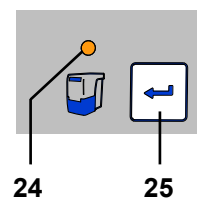

рис. 8
**В случае если контейнер для сбора пыли не был опорожнён, индикатор «Контейнер для сбора пыли» (24, рис. 8) продолжает светиться дальше. После выключения / включения прибора 3-х разовый звуковой сигнал вновь напоминает о необходимости опорожнить контейнер для сбора пыли.**